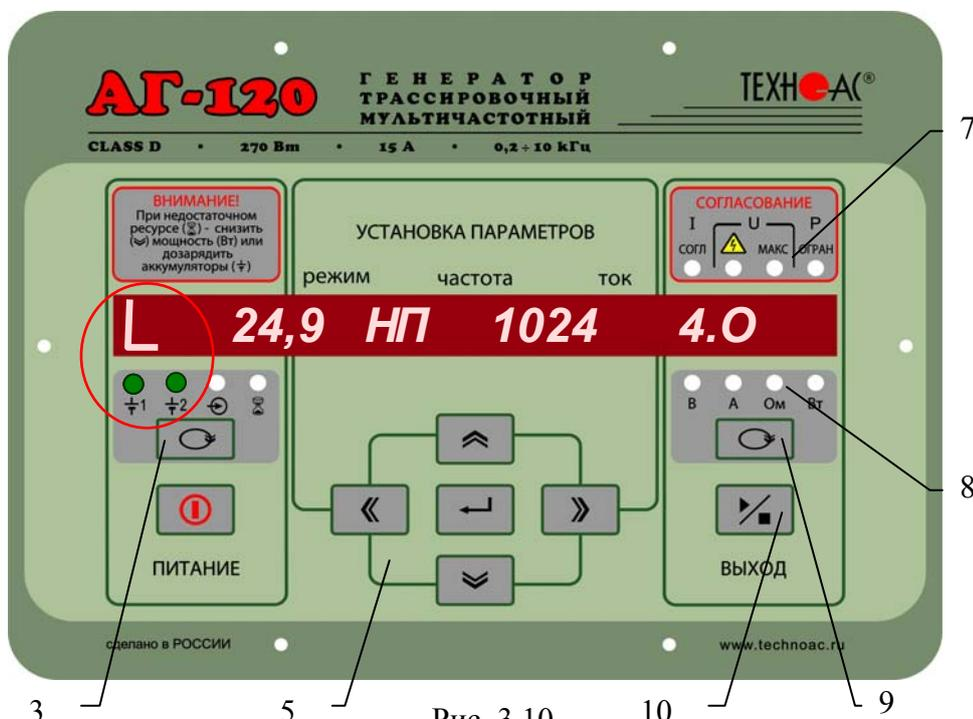

Рис. 3.10
1) Индикация на поле «ПИТАНИЕ» рис.3.10.
Во время генерации на цифровом поле «ВЫХОД» отображаются оценочные значения выходных параметров: напряжение на нагрузке «В», ток в нагрузке «А», сопротивление нагрузки «Ом», мощность в нагрузке «Вт». Точность измерений ( $\pm 5\%$  для «В» и «А» и  $\pm 10\%$  для «Ом» и «Вт») вполне достаточна для оценки ситуации и принятия решения. Индицируемый параметр выбирается кнопкой  поз.9 при этом светится соответствующий выбранному параметру светодиод поз.8 рис.3.10.
После завершения попытки автосогласования (не прерванного принудительно) на поле «СОГЛАСОВАНИЕ» поз.7 рис.3.10 высвечивается результат: